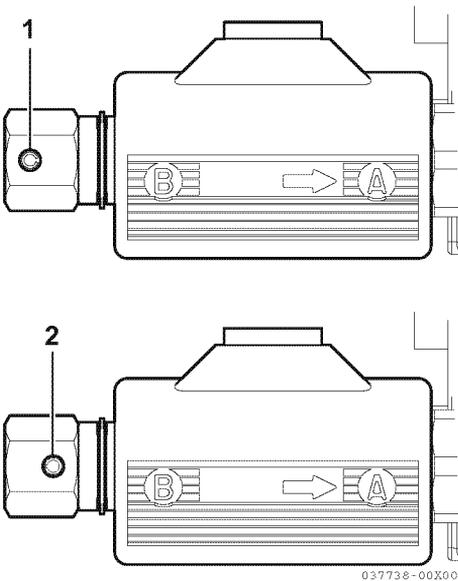

Figura 10
- Operación normal (1, **Figura 10**)
- Operación de emergencia (2, **Figura 10**)